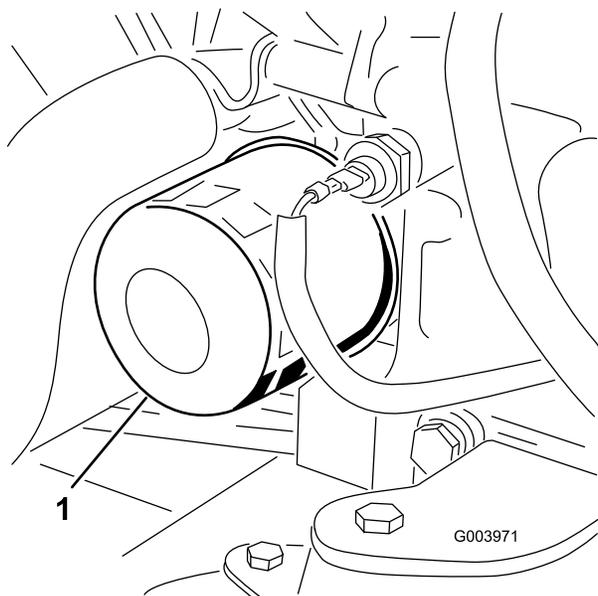

Figura 64
3. Retire el filtro de aceite (Figura 64).